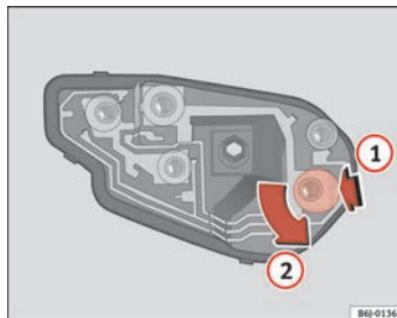

Abb. 149 Glühlampenersatz Rückleuchten
- Nach dem Abnehmen des Lampenträgers nach unten drücken Sie in Richtung des Pfeils **(1)** und drehen Sie gleichzeitig in Richtung des Pfeils **(2)** ⇒ Seite 237, Abb. 149. ■